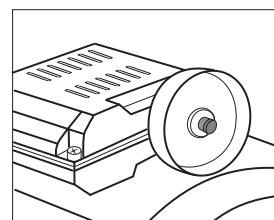

рис. 12
Перед повторным запуском убедитесь, что параметры электросети соответствуют техническим характеристикам устройства, после чего нажмите кнопку предохранителя от перегрузки (рис. 12). Место размещения предохранителя изображено в разделе «Устройство изделия» (17). Теперь вы можете произвести повторный запуск устройства.